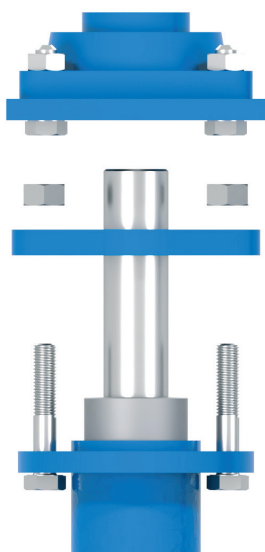

Fig. 6
3. Scegliere uno qualsiasi dei premistoppa e cominciare a svitare e rimuovere i dadi della flangia premistoppa (26) per poterlo spostare lungo l'albero separandolo dalla boccola premistoppa (27) (fig. 6).